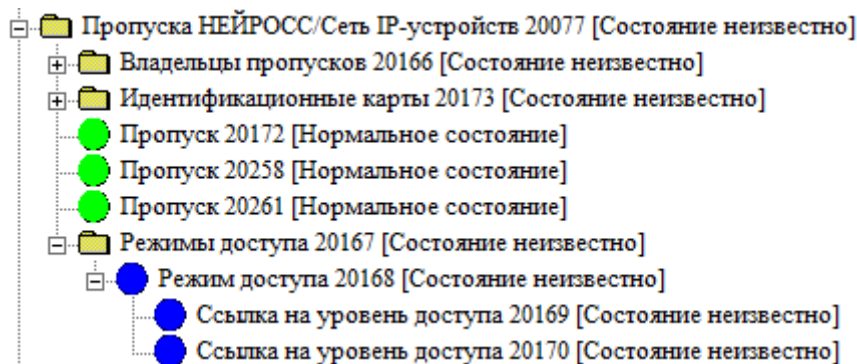

Рисунок 9.116 — Дерево элемента Пропуска НЕЙРОСС/Сеть IP-устройств
**Примечание.** Если при интеграции в ITRIUM®, в системе НЕЙРОСС уже были созданы пропуска, то при вычитывании конфигурации в папке **Доступ** будет создана папка **Пропуска НЕЙРОСС/Сеть IP-устройств**, а в ней созданы элементы, соответствующие пропускам, папка **Режимы доступа** и др. (рисунок 9.116). В этом случае имеет смысл создавать новые режимы доступа в данной папке.